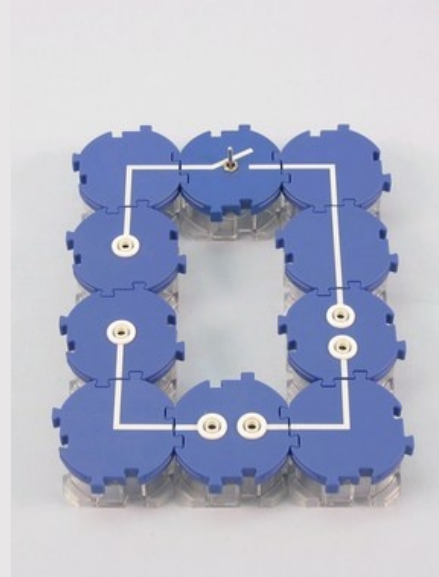
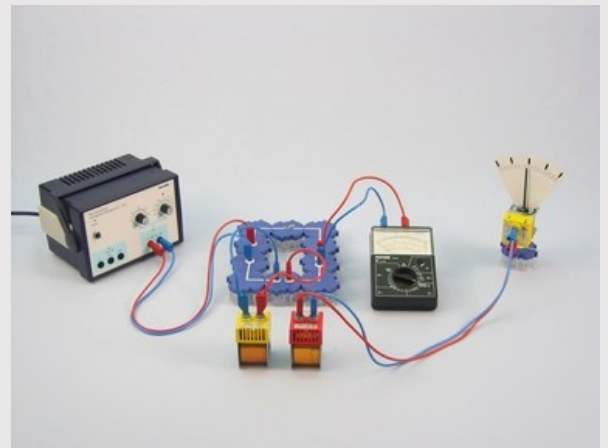

Fig. 1
Fig. 2
- Zet het experiment op volgens fig. 1 en fig. 2. Ten eerste, de schakelaar is open en het juk zit niet in de veldspoel (400 windingen). Gebruik twee 50 cm lange snoeren voor de verbinding tussen de galvanometer en de inductiespoel (1600 windingen).